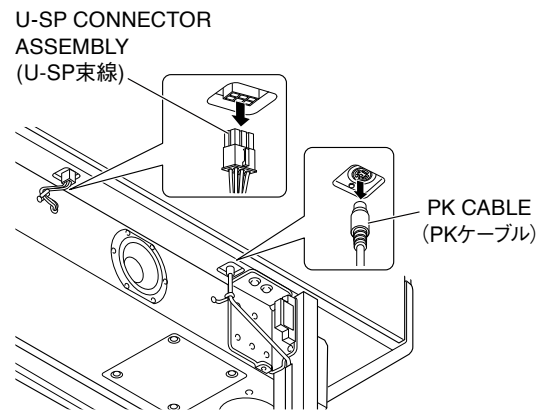

Fig. 5 (図 5)
- 5-3. Disconnect the PK cable from the PK connector. (Fig. 5)
- 5-3. PK コネクタから PK ケーブルを外します。(図 5)